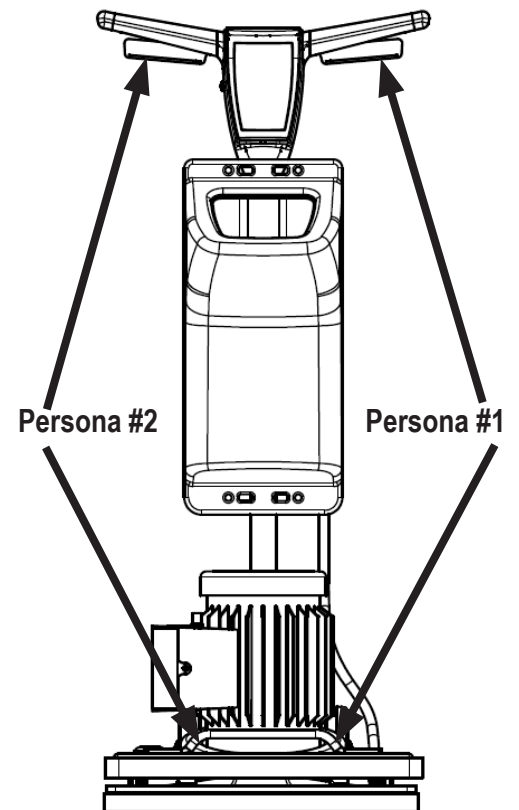

Figura 2
3. Tome la máquina por los puntos de izado y colóquela en el área de carga (Consulte la Figura 2).